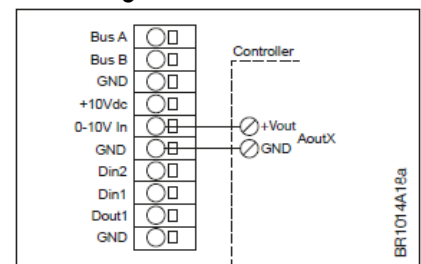

Abbildung 3-14.3
- Externe Steuerung, elektrischer Anschluss, siehe Abb. 3-14.3